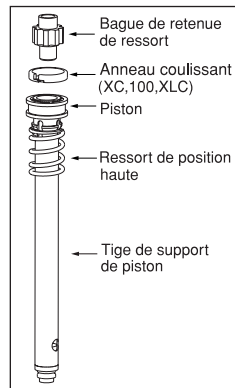

Fig. 9
12. Retirez les ensembles d'amortisseurs des tubes supérieurs à l'aide d'une pince pour anneau élastique interne à bout fin et notez l'orientation de toutes les pièces. La tige d'amortisseur droit inclut une tige de piston, un anneau coulissant, un ressort de position haute, une bague de retenue de ressort, piston, des navettes et des rondelles ondulées ; le bras gauche inclut un piston, un ressort de position haute, une bague de retenue de ressort et un piston (Voir Fig. 9 et 10).
1. Installez le nouveau kit d'amortisseur dans les tubes supérieurs. Veillez à ce que toutes les pièces soient nettoyées et installées dans l'ordre adéquat (voir page 33, Fig. 9 et 10).